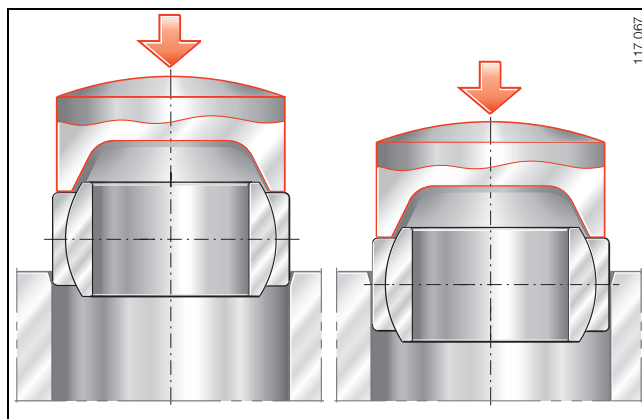

Bild 3 · Einbaukräfte und zu montierender Lagerring
- Einbaukräfte immer auf den zu montierenden Lagerring aufbringen (Bild 3)